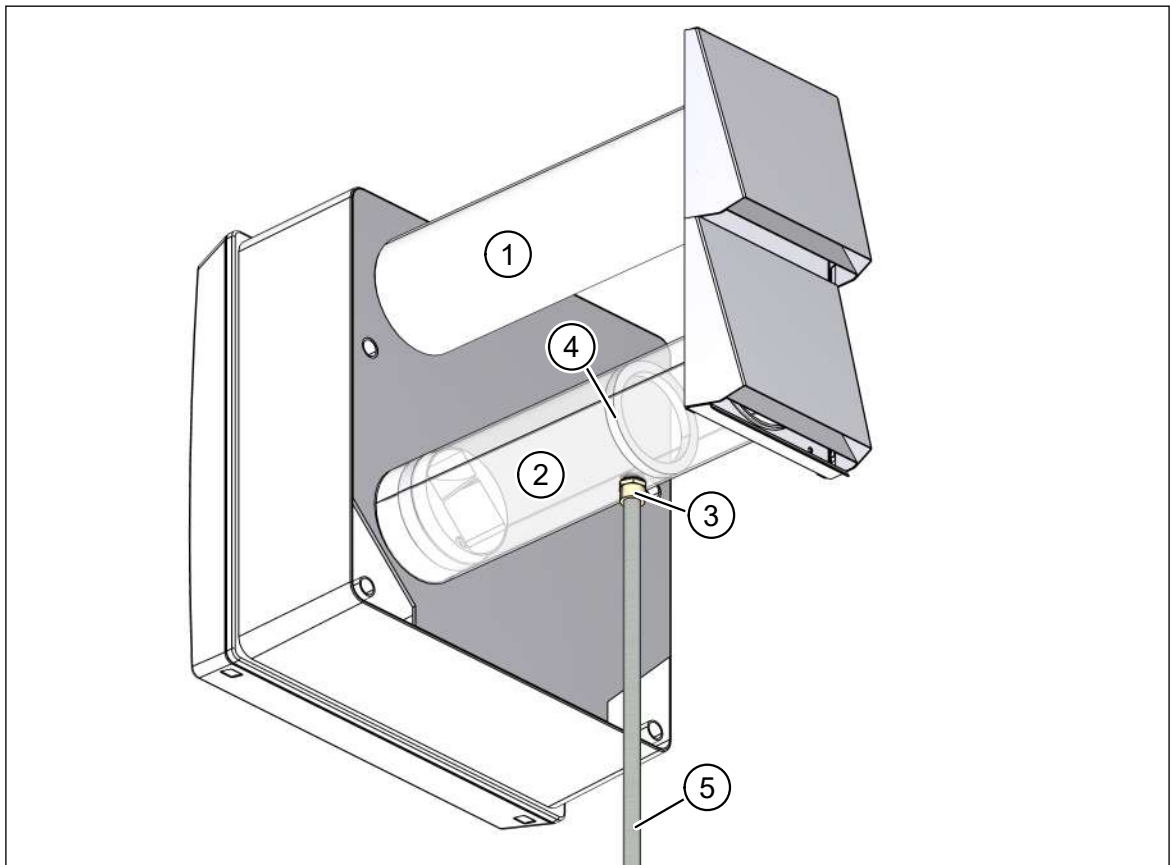

Abb. 35: Kondensatabführung am Fortluftrohr
- Außenluftrohr, DN 100, 0,5 m (Pos. 1 in Abb. 35)
- Fortluftrohr DN 100, 0,5 m (Pos. 2 in Abb. 35), mit 1/2“-Außengewindeanschluss (Pos. 3 in Abb. 35) und Barriere (Pos. 4 in Abb. 35) zum Rückhalten des Kondensats.
- Schützen Sie das Kondensatableitungsrohr (Pos. 5 in Abb. 35) in kalten Regionen vor Frost, z. B. durch Verlegung hinter der Fassadendämmung.